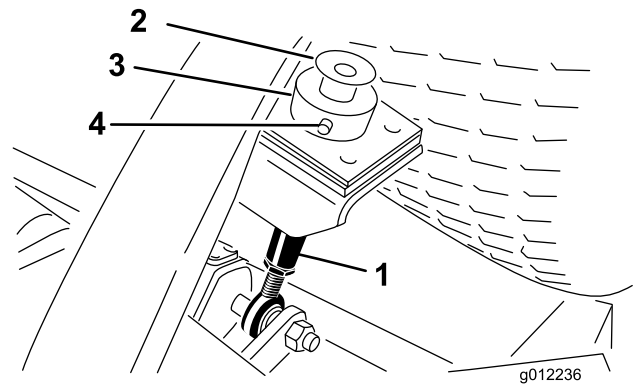

Bild 25
2. Nehmen Sie die Schraube und die Scheibe ab, die oben an jeder Schnitthöhenstange befestigt ist (Bild 25).
3. Nehmen Sie den Lastösenbolzen und den Splint ab, mit denen der Schnitthöhenstellring hinten am Mähwerk an der Schnitthöhenstange befestigt ist (Bild 25). Nehmen Sie den Schnitthöhenstellring ab.